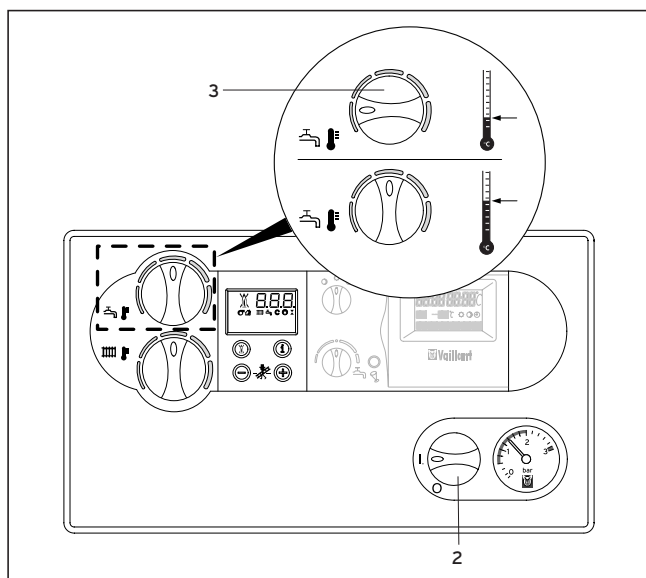

Fig. 3.5: Producción de agua caliente con los aparatos VMW
3.3.1 Producción de agua caliente sanitaria con los aparatos VMW (Fig. 3.5)
En aquellos casos en los que el agua presente una dureza superior a 1,79 mol/m³ (10 °dh) se deberá colocar la manecilla (2) como máximo en la posición central (Fig. 3.5).